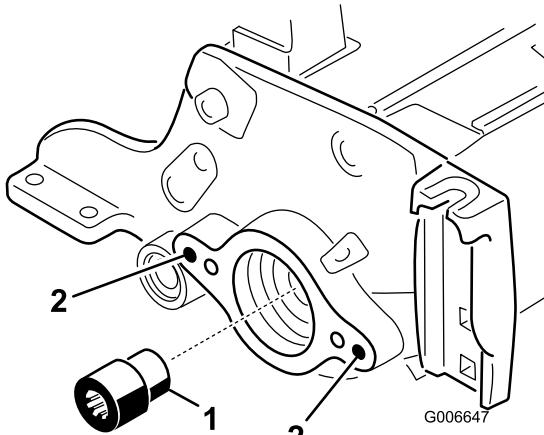

Figura 7
12. Usando la Herramienta para el eje del molinete, retire el inserto acanalado del extremo del motor del eje del molinete (Figura 7). Utilice la herramienta para el eje de transmisión del molinete, Pieza TOR4112, en los modelos 03665 y 03666, y la herramienta del eje de transmisión del molinete, Pieza TOR4074, en los modelos 03685 y 03686. Limpie toda la grasa del taladro roscado donde estaba el inserto acanalado.
13. Instale el inserto acanalado nuevo (más largo) en el eje del molinete (Figura 7). Aplique Loctite azul a la rosca del inserto antes de la instalación. Apriete a 116-129 N·m.
15. Usando una terraja de 3/8-16, retire la pintura de los taladros de montaje exteriores de las chapas laterales derecha e izquierda (Figura 7).